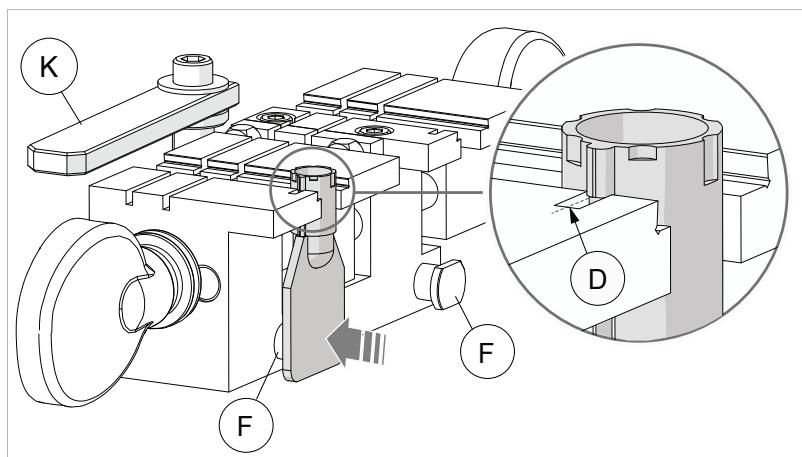
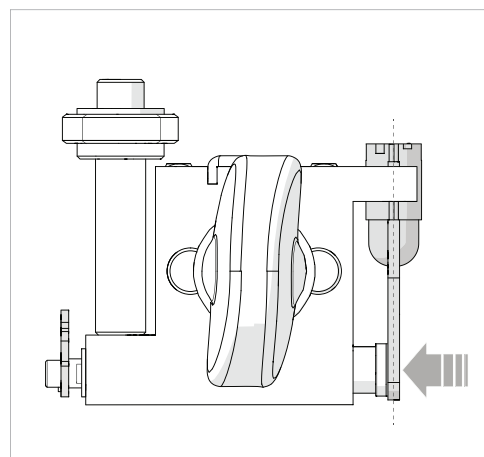
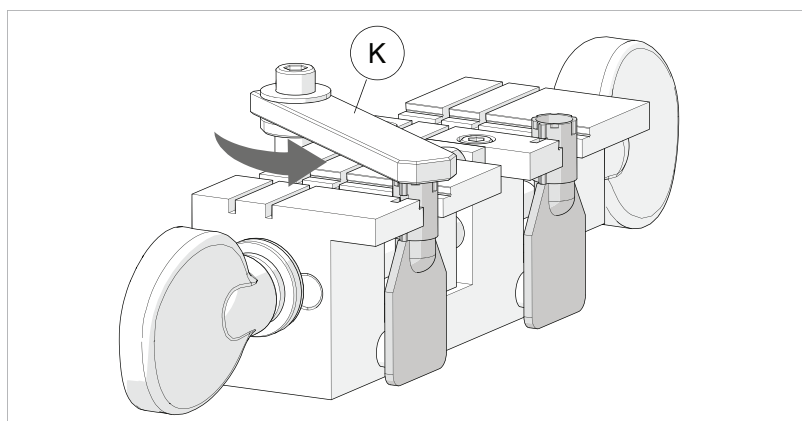
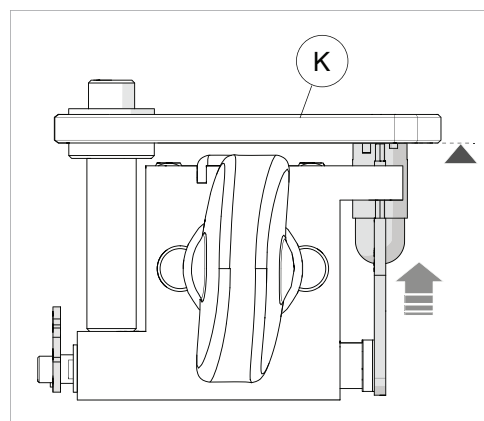

Fig. 33
Fig. 34
Fig. 35
Fig. 36
- alinear el tope llave con la ranura de referencia (D) en la mordaza (Fig. 33).
- mantener la alineación, situando la cabeza de llave contra el dispositivo de posicionamiento (F) (Fig. 34).
- bloquear ligeramente la llave con la manecilla (E) o (E1).
- situar la barra de alineación (K) sobre la llave (Fig. 35). Levantar la llave para que toque la barra (Fig. 36).
- bloquear completamente la llave con la manecilla (E) o (E1).
- 3) Tras haber situado correctamente ambas llaves, situar la barra (K) en la posición de reposo (Fig. 33).
- 5) Habilitar la función del sistema de resortes del palpador aflojando la virola (O).
- 6) Usar el interruptor general (P) para encender la máquina.
- 7) Empuñar las palancas (C) y (J) y arrancar el motor de la fresa con el interruptor (Q).
- 8) Mantener en su sitio el carro mordazas con la palanca izquierda (C), bajar el carro vertical con la palanca derecha (J) para que coincida con el palpador uno de los cortes de la llave y seguir bajando (usando el sistema de resortes) para alcanzar la profundidad de corte.
- 9) Desplazar ligeramente la palanca (C) para completar cada corte.